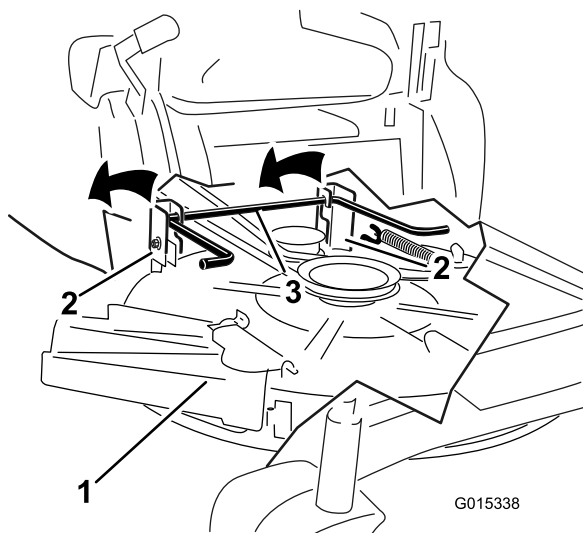

Figure 54
5. Soulevez et déposez le tablier de coupe et les supports de la tige de levage arrière et abaissez le tablier au sol avec précaution (Figure 54).
5. Soulevez l'arrière du tablier de coupe et guidez les supports sur la tige de levage arrière (Figure 54).